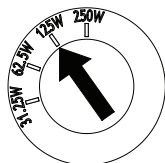

図34
6. 図34に示されているように、トランスタップを好みの電力レベルに変更するには、平頭ドライバーを使用します。